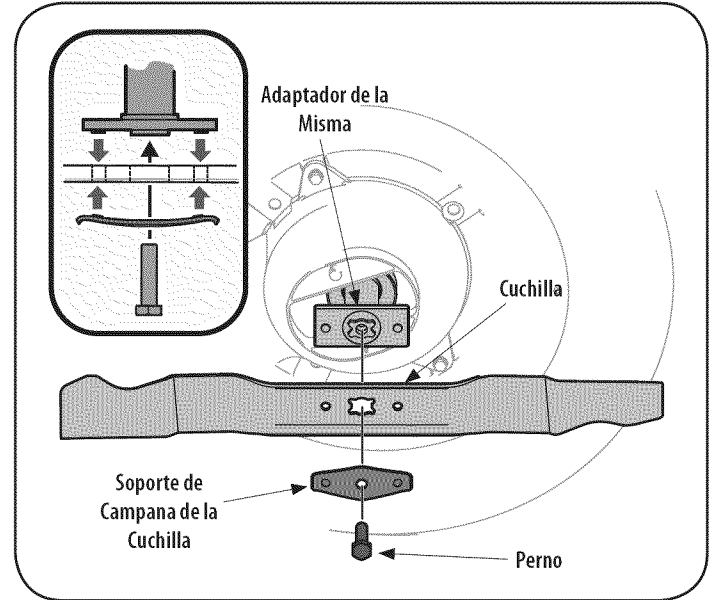

Figura 18
2. Saque el perno y el soporte de campana de la cuchilla que sostienen la cuchilla y el adaptador de la misma al cigüeñal del motor. Vea la Figura 18.
5. Lubrique el cigüeñal del motor y la superficie interna del adaptador de la cuchilla con aceite ligero. Deslice el adaptador de la cuchilla sobre el cigüeñal del motor. Instale la cuchilla en el adaptador con el lado marcado "Bottom" (inferior) (o con el número de parte) hacia el piso cuando la cortadora de césped está en posición de funcionamiento. Asegúrese que la cuchilla quede alineada y asentada en las bridas del adaptador. Vea la Figura 18 inserto.